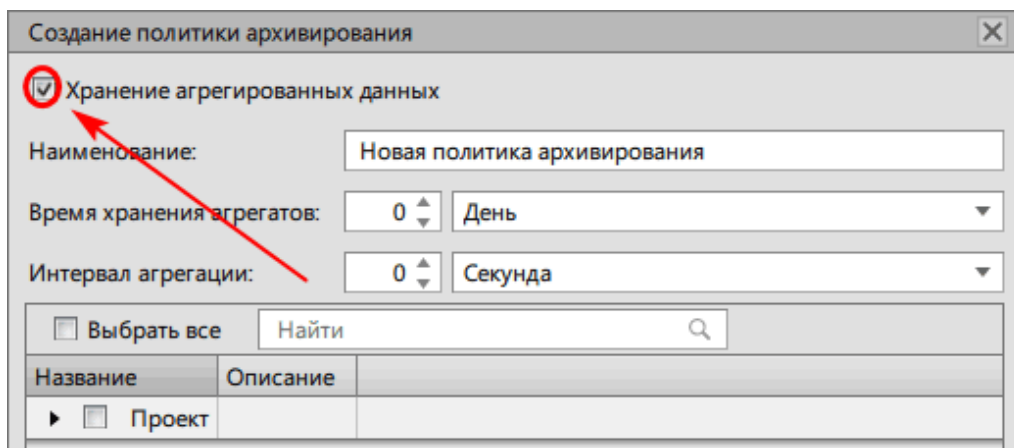

Рисунок 277 - Хранение агрегированных данных
2. Заполните чекбокс **Хранение агрегированных данных** (Рисунок 277).